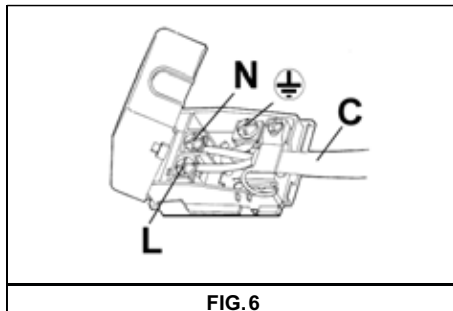

FIG. 6
- Se o aparelho não contiver um cabo de alimentação, coligue à bateria de bornes um cabo com a secção apropriada (vide a tabela do parágrafo 6), mantendo o condutor de terra maior que aqueles de fase, e em conformidade com o esquema da fig. 6.
- Coloque no cabo de alimentação "C", (caso não houver), uma ficha à norma adapta à carga indicada na etiqueta de aviso. Conecte os cabos conforme o esquema da fig. 6, respeitando as correspondências abaixo: